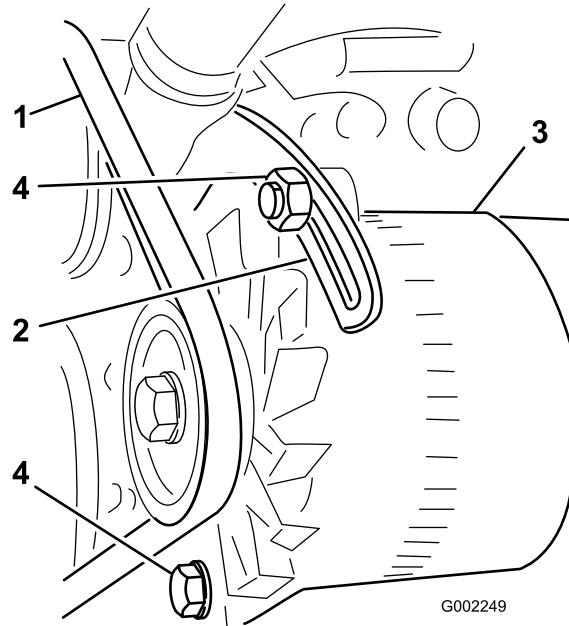

Figura 103
3. Afloje el perno del punto de pivot del alternador; afloje el perno que fija el alternador al tirante ranurado (Figura 103).